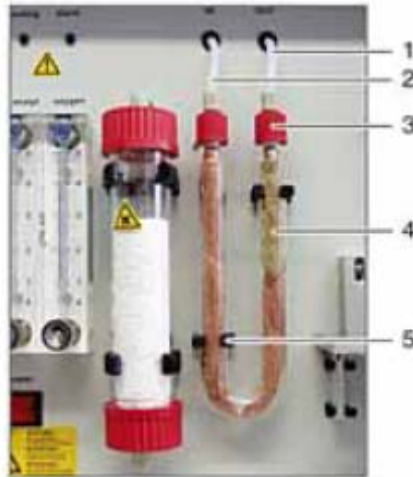

图 124 卸下卤素捕集器 U 型管
1. 拧开卤素捕集器的红色接头，把 U 型管从夹子上取下（图 124）。
9. 将导管（6）接到装有红铜线的气体入口端，导管（7）接到装有黄铜线的气体出口端（图 124）。